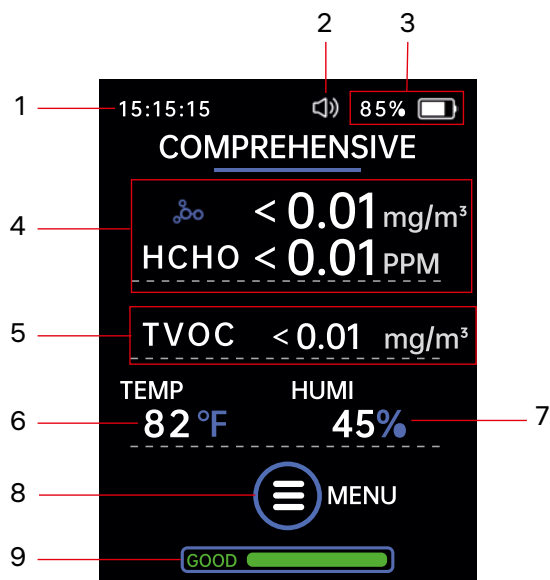
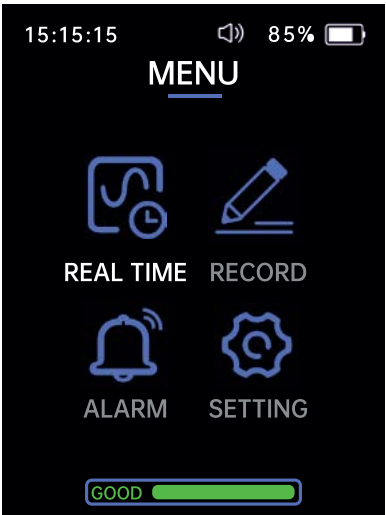

Abbildung 1
Abbildung 2
Nach dem Einschalten zeigt das LCD-Display (2) die Uhrzeit, die Lautstärke, den Batteriestand, die Werte für Formaldehyd (HCHO) und flüchtige organische Verbindungen (TVOC), die Umgebungstemperatur und Luftfeuchtigkeit sowie der Luftqualitätsindikator an (Abb. 1). Drücken Sie die Menü-Taste (6), um das Hauptmenü aufzurufen. Halten Sie die Links-Taste (4) 3 Sekunden lang gedrückt, um zwischen °C und °F umzuschalten. Drücken Sie die Links- (4) und Rechts-Taste (8), um zu den Menüfunktionen zu gelangen (Abb. 2).
Tras encender el aparato, la pantalla LCD (2) mostrará la hora, el volumen, el estado de la batería, los valores de formaldehído (HCHO) y compuestos orgánicos volátiles totales (TVOC), la temperatura y humedad ambiente y el indicador de calidad del aire (fig. 1). Pulse el botón Menú (6) para acceder al menú principal. Mantenga pulsado el botón Izquierda (4) durante 3 segundos para cambiar entre °C y °F. Pulse los botones Izquierda (4) y Derecha (8) para ir a las funciones del menú (fig. 2).